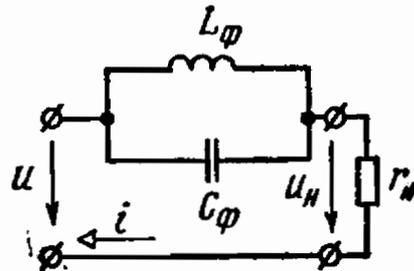

Рис. 8.17
8.17. Для выделения на резисторе r_n основной гармоники приложенного напряжения использован заградительный фильтр, собранный по схеме рис. 8.17.